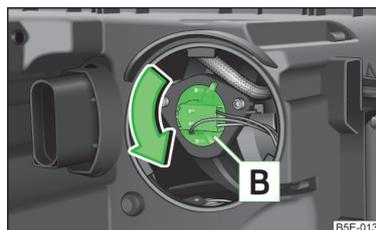

Abb. 177
- › Den Sockel » Abb. 177 bis zum Anschlag **entgegen dem** Uhrzeigersinn drehen und herausnehmen.